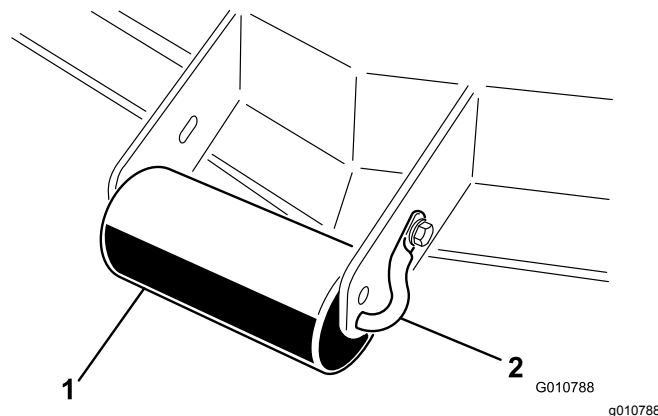

Figura 11
1. Retire el tornillo de caperuza y la tuerca que fijan el eje del rodillo al soporte de la unidad de corte (Figura 11).